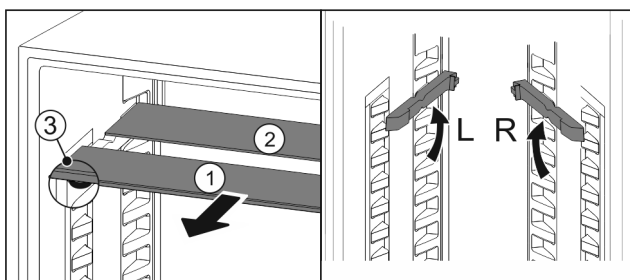

Fig. 112
- estrarre i ripiani di vetro singolarmente tirando in avanti Fig. 112 (1).
- Il piano in vetro Fig. 112 (1) con il motivo ornamentale è nella parte anteriore.
- I fermi Fig. 112 (3) sono rivolti verso il basso. Apparecchi dotati di vano congelatore:*